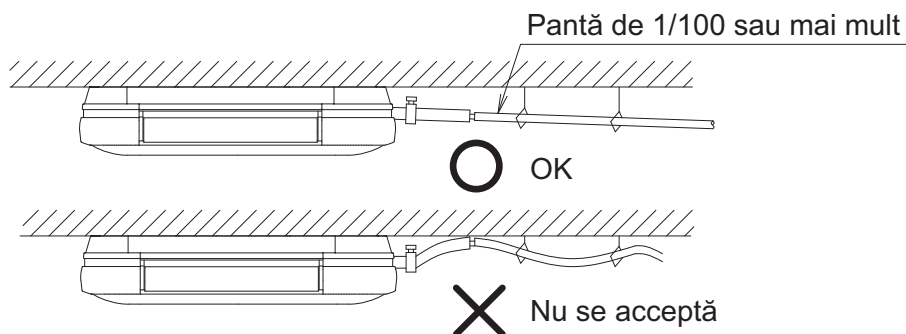

Fig. 28
- Instalați tubulatura de golire cât mai scurtă posibil, cu pantă descendentă de 1/100 sau mai mare pentru a evita stagnarea aerului. **(Consultați Fig. 28)**